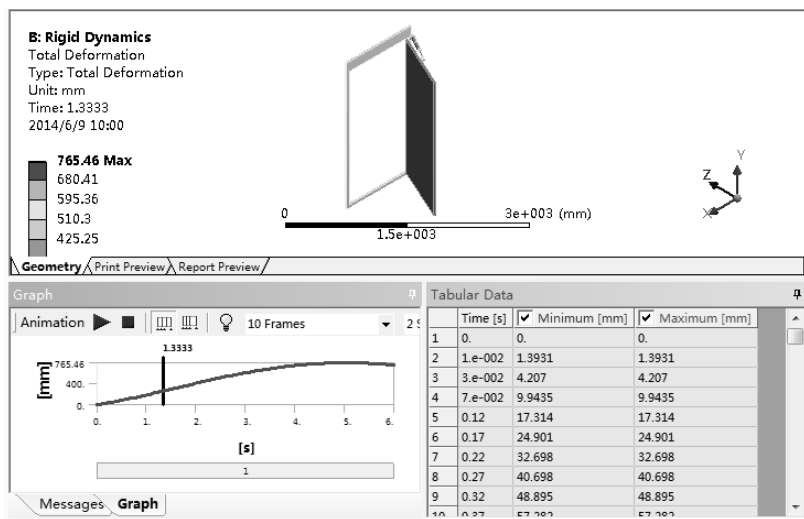

图 10-96 位移结果图和数据表
2) 位移结果。在【Outline (分析树)】中选择【Solution (B6)】节点，单击其下的【Directional Deformation】项 ，在图形窗口显示位移结果，如图 10-96 所示。